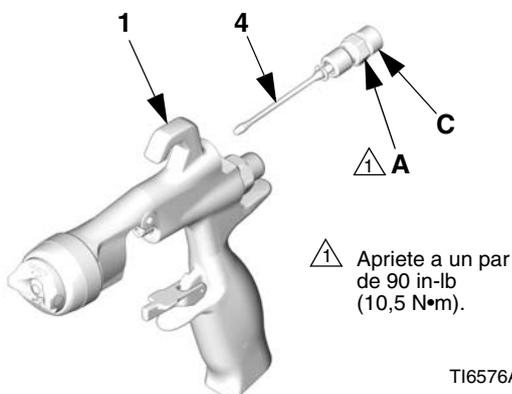

FIG. 34
2. Desenrosque la tuerca prensaestopas de la válvula del abanico (A) desde la parte trasera del cuerpo de la pistola (1). Deslice el conjunto de la válvula de abanico (4) fuera del cuerpo de la pistola. Vea FIG. 34.
3. Antes de volver a instalar, gire completamente la válvula de ajuste del chorro (C) del conjunto de la válvula de abanico de repuesto (4) en sentido antihorario para evitar daños en el asiento (5c). Instale el conjunto de la válvula de abanico de repuesto en el cuerpo de la pistola (1). Enrosque la tuerca prensaestopas (A) en el cuerpo de la pistola y apriete a un par de 90 in-lb (10,5 N•m).